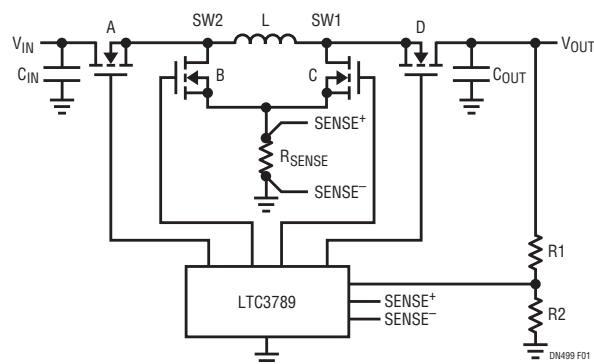
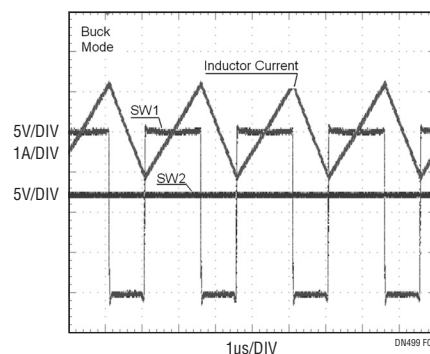

図 1. LTC3789 を使用した 4 スイッチ昇降圧コンバータ
図 2. 降圧モード [ $V_{IN} = 20V$ 、 $V_{OUT} = 12V$ ]
4 スイッチの昇降圧コンバータ (図 1) は、コンバータの入力電圧が安定化出力電圧より高くも低くもなる可能性があり、また絶縁の必要がない多くの場合に、トランス・ベースの方式に代わる優れた選択肢の 1 つです。昇降圧コンバータは広い入力電圧範囲と優れた効率を実現し、大きなトランスが必要ありません。昇降圧コンバータは、同等品の SEPIC コンバータよりもはるかに高効率です。
昇降圧コンバータの簡略回路図を図 1 に示します。LTC3789 は、4 つの外付け N チャンネル MOSFET (A、B、C、D) を制御します。パワー段では、電流モード制御およびインダクタ電流制限のために 1 つのインダクタ (L) と電流センス抵抗 ( $R_{SENSE}$ ) を使用します。降圧、昇降圧、および昇圧の各動作モードでのスイッチ波形を図 2 ~ 4 に示します。